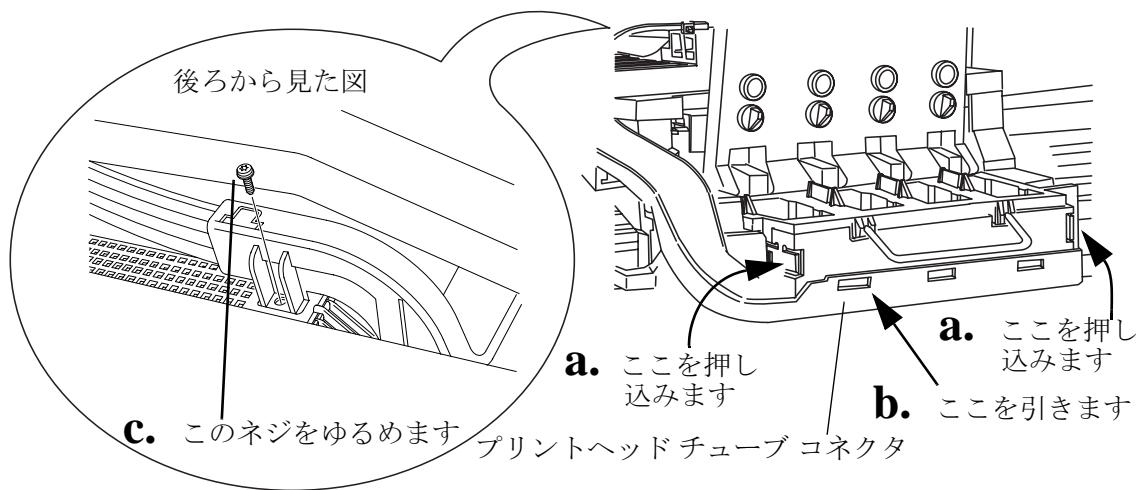

図 39 : カッター アッセンブリ
手順3および4では、図39を参照してください。
- 4 プリントヘッド チューブ コネクタを取り外します (図39 参照)。